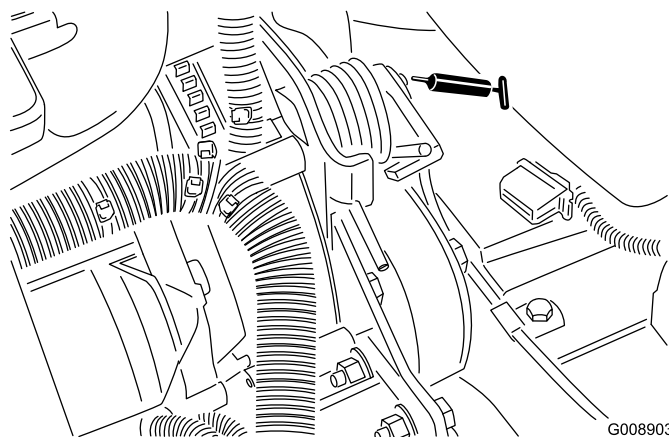

Figura 53
- Articulação da tensão da correia (Figura 53)